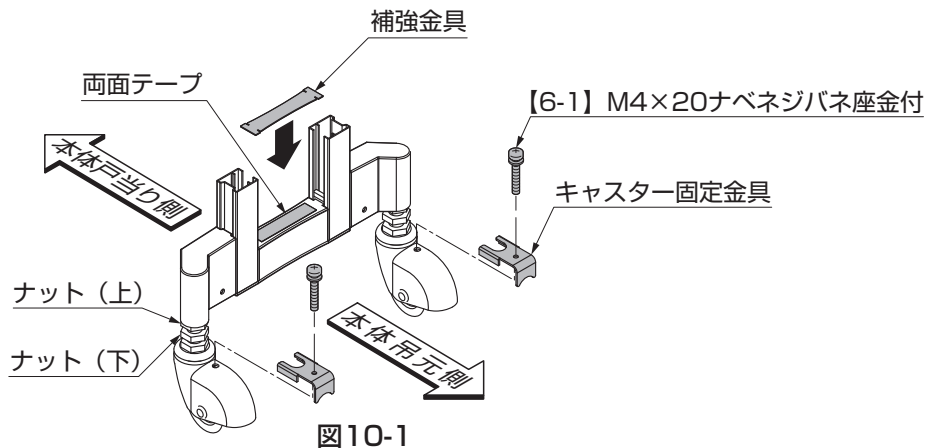

図10-1
- ①キャスターについている「ナット(下)」を上あげてください。(図10-1参照)
- ③[6-1]をキャスター固定金具にネジ止めし、キャスターの孔にネジが貫通するように組付けてください。(図10-1参照)
- ⑤キャスター固定金具に同梱されている両面テープを縦棧下キャップの上面に貼り付けてください。(図10-1参照)
- ⑥補強金具を縦棧下キャップに貼り付けてください。(図10-1参照)